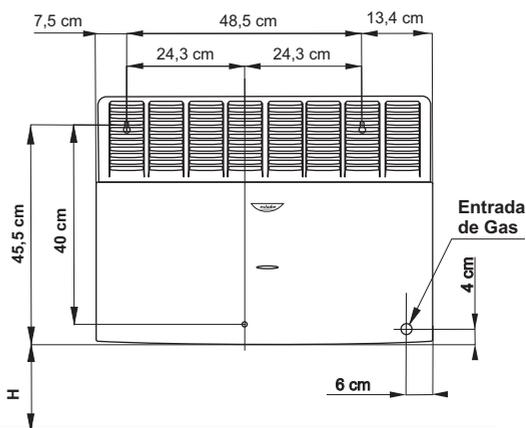

Fig.2
- La ubicación de la entrada de gas al artefacto está indicada en la Fig. 2.